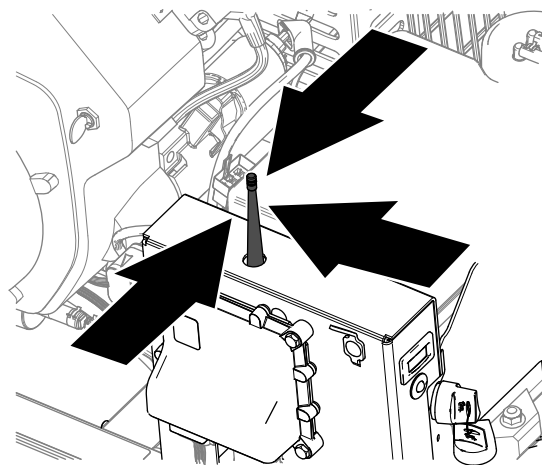

Figura 50
3. Sujutando el control remoto, colóquese cerca del módulo de control inalámbrico en una zona que tenga una línea visual ininterrumpida hasta la antena (Figura 50).